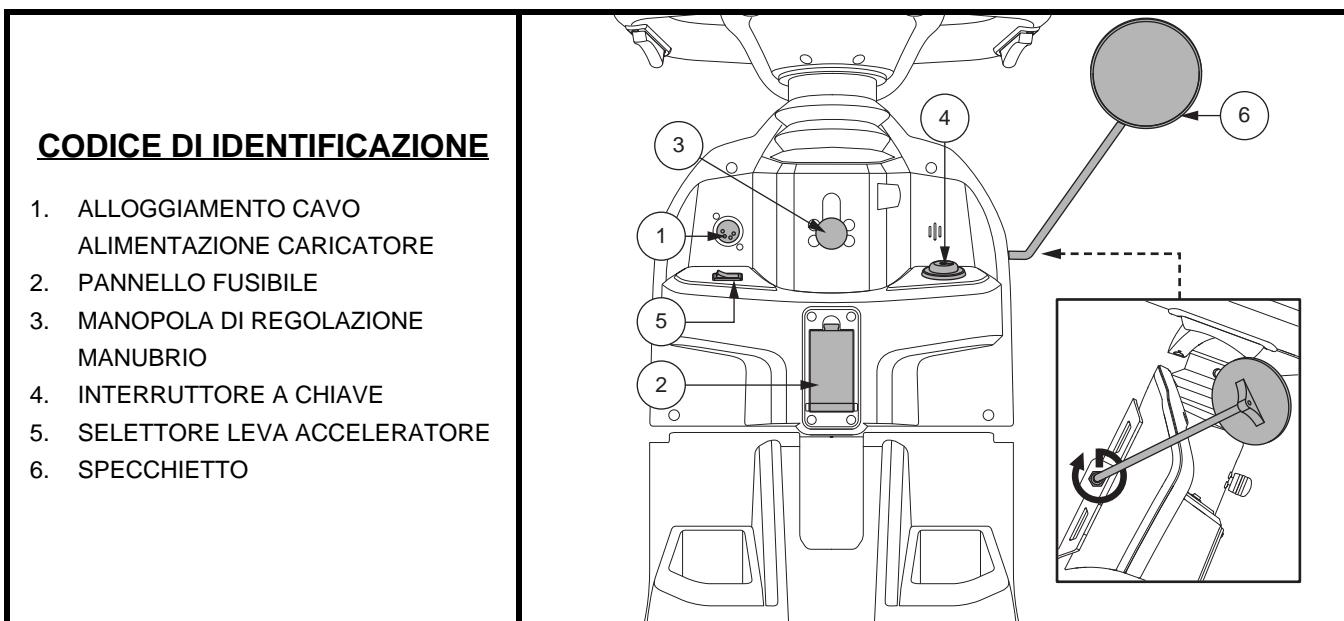

Figura 4. Componenti parte inferiore manubrio
Il cavo di alimentazione del caricatore esterno si collega a questa porta per caricare le batterie. La porta del caricatore esterno si trova sul manubrio. Vedere figura 4.
- Inserire la chiave nell'apposito interruttore e quindi ruotare in senso orario per alimentare (accendere) il PMV. Vedere figura 4.
Questo selettore consente di stabilire quale leva dell'acceleratore (destra o sinistra) abilitare. **Vedere figura 4.**